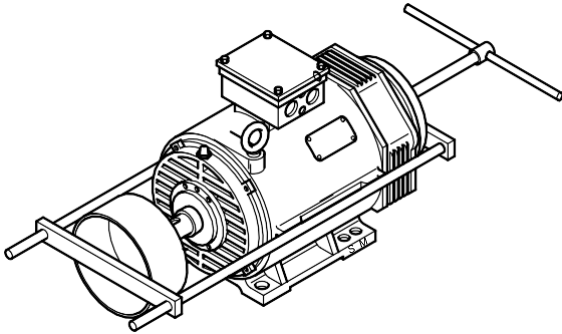
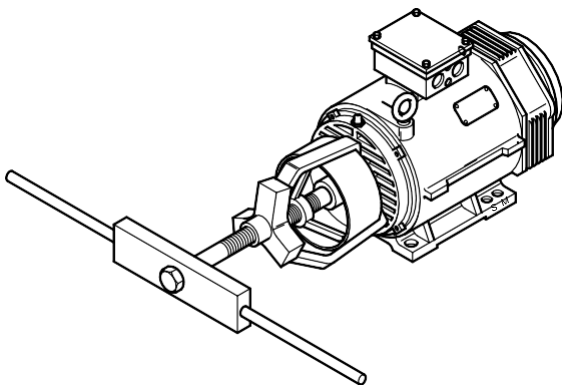

Bild 4: Aufziehen ohne Zentrierbohrung
Bild 6: Abziehen
- ⚠ Zur Schonung der Wälzlager das Abtriebsselement nur mit Hilfe geeigneter Vorrichtungen aufziehen (→ Bild 4 und 5) bzw. abziehen (→ Bild 6). Gegebenenfalls das Abtriebsselement vorher entsprechend dem Schrumpfmaß erwärmen.